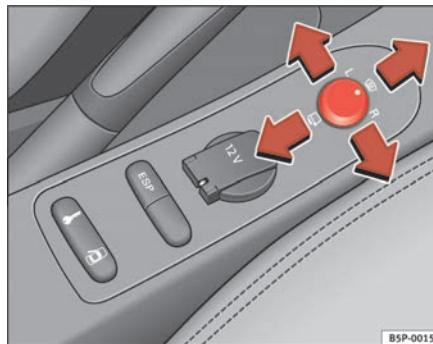

Fig. 91 Mando de los retrovisores exteriores ▶
1. En primer lugar, gire el mando ⇒ página 132, fig. 91 hasta la posición **L (retrovisor izquierdo)**.
- Gire el mando hacia delante, en la posición central ⇒ página 132, fig. 91 , para que los retrovisores térmicos se calienten y la función de cristal parabrisas calefactable* en la zona de reposo de las escobillas, quede activada. ⇒ página 128
- Gire el mando ⇒ página 132, fig. 91 hasta la posición  para plegar los retrovisores exteriores. Para evitar daños en el vehículo, debería plegar los retrovisores exteriores siempre que utilice un túnel de lavado automático.